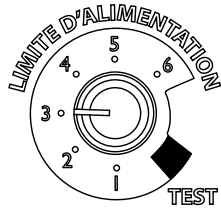
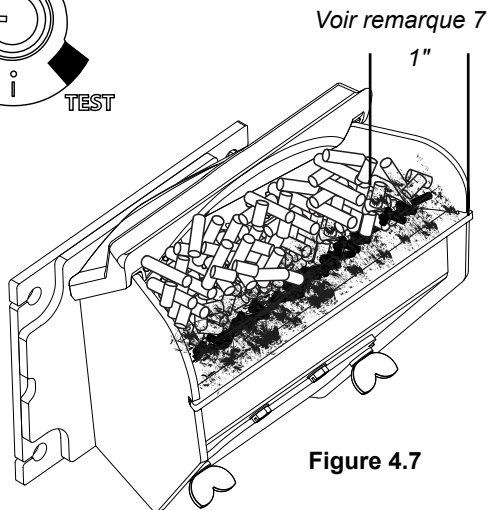

Figure 4.6
Figure 4.7
4. Régler le débit d'alimentation. S'il s'agit de votre premier feu ou si vous voulez essayer plusieurs sortes de granulés, mettez le bouton de limite d'alimentation sur 4 (Figure 4.6). Cette valeur vous donne une marge de sécurité et il vous faudra probablement l'augmenter par la suite. Lorsque vous avez trouvé un réglage qui convient, utilisez-le. N'oubliez pas que si le débit d'alimentation est trop élevé, vous risquez de gaspiller du combustible.
7. Réglez le bouton de limite d'alimentation de façon à obtenir une combustion maximale: Avec le bouton de réglage de l'allumeur sur «AUTO», placez le sélecteur de mode sur «Température du poêle» et mettez le ventilateur sur «H». Réglez le bouton de température sur 7. Laissez le poêle fonctionner pendant environ 30 minutes, puis vérifiez les cendres à l'avant du pot de combustion. Figure 4.7. Si le lit de cendres est supérieur à 2,5 cm (1 po), augmentez la limite d'alimentation de 4 à 5. Laissez brûler 30 minutes supplémentaires et vérifiez de nouveau. Si vous n'arrivez pas à obtenir un lit de cendres de moins de 2,5 cm (1 po) sur la position 6, ce n'est pas un problème. Le lit de cendres de 2,5 cm (1 po) est obtenu uniquement au taux de combustion maximal; vous obtiendrez un lit plus épais avec un réglage normal.
La forte puissance est déterminée par le réglage de l'alimentation. Ce réglage, généralement sur le n° 4, peut être augmenté si des taux de combustion supérieurs sont nécessaires (Figure 4.6). Le taux de combustion maximum du poêle ne doit pas créer moins de 2,5 cm (1 po) de cendres à l'avant du pot de combustion (Figure 4.7). Une alimentation excessive n'est pas une question de sécurité, mais de gaspillage, car des granulés non brûlés pourraient tomber dans le bac à cendres.
Ce mode permet un allumage automatique au démarrage uniquement. Le poêle peut ensuite être réglé sur n'importe quel réglage souhaité. La production de chaleur et la consommation de combustible restent constantes indépendamment de la température ambiante. Le débit d'alimentation maximum du poêle ne doit pas créer moins de 2,5 cm (1 po) de cendres à l'avant du pot de combustion Figure 4.7.